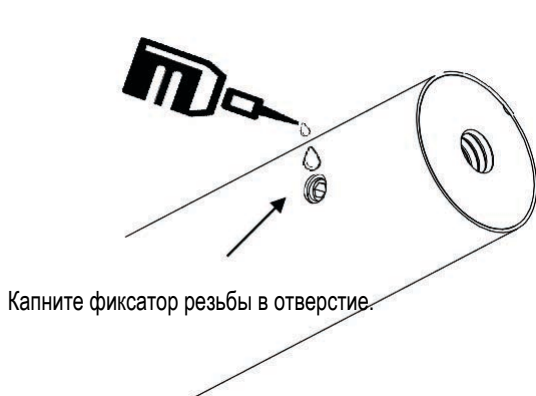

Рис. 2-2
1. Нанесите фиксатор резьбы в отверстия рукояток, а также на винт, как показано на рис. 2-2. (для предотвращения раскручивания винтов из-за вибрации)